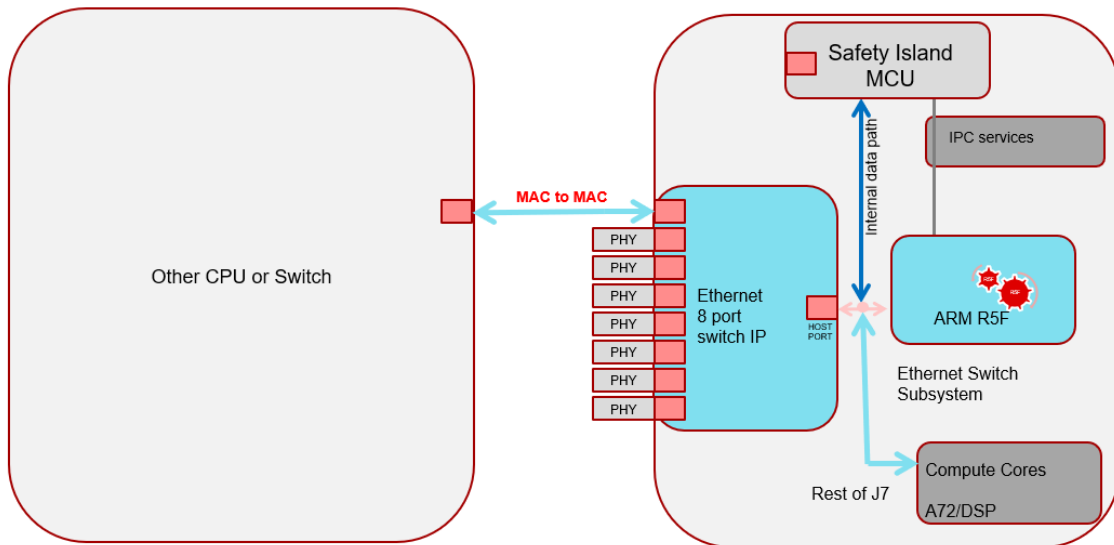

图 10. 外部 Soc 或设备与 TDA4VM 连接
- 3. 除了以上两种情况，我们还可以和外部的网络接口、SOC 通过 MAC2MAC 互联。系统框图如图 10 所示：